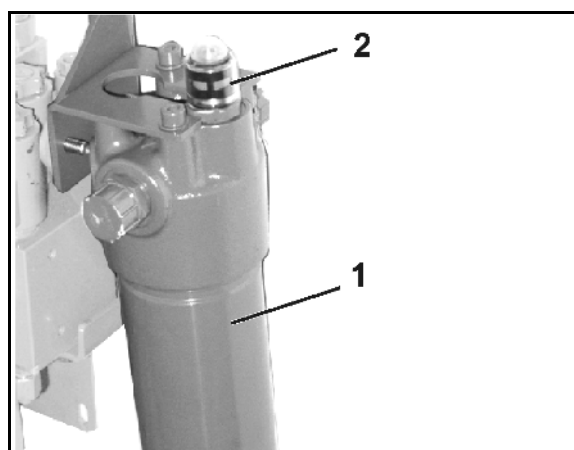

Рис. 96
2. Отверните колпачок электромагнитного клапана (Рис. 96/1).
3. Снимите катушку электромагнитного клапана (Рис. 96/2).
4. Выверните толкатель (Рис. 96/3) с седлами клапана и очистите сжатым воздухом или гидравлическим маслом.